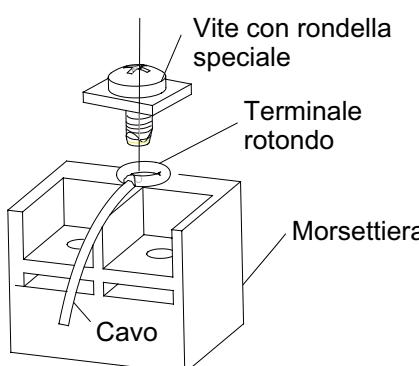

Fig. 25
- 4). Posizionare il cavo con il terminale rotondo e riavvitare la vite con un cacciavite (Fig. 25).